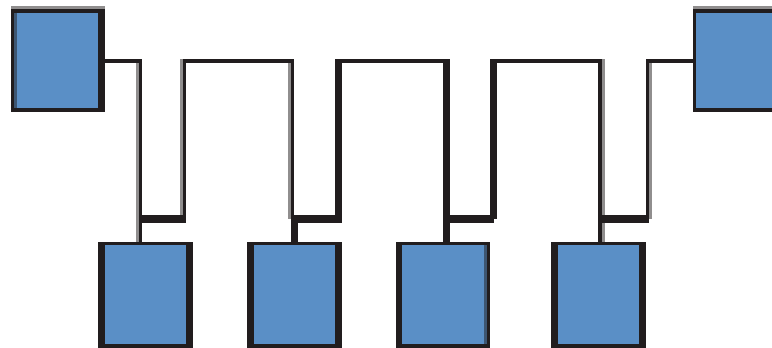

Figura 5. Topología en Modbus tipo Daisy Chain
- La topología que se utiliza en el desarrollo de la red Modbus es la recomendada por Rockwell Automation denominada daisy chain mostrada en la figura 5 esta configuración es la mas sencilla ya que el terminal de un dispositivo es el inicio del siguiente dispositivo